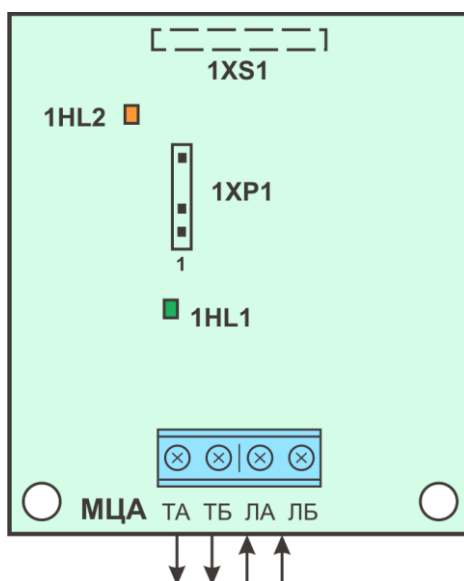

Рисунок 7.15 – Підключення входів та виходів МЦА
- Встановити плату комунікатора на плату БМК приладу, з'єднавши роз'єм 1XS1 комунікатора (рис. 7.15) зі з'єднувачем ЗХР4 приладу (додаток Б, рис. Б.1) та зафіксувавши плати між собою тримачами.
Підключення входів та виходів МЦА наведена на рис. 7.15. Призначення клем та з'єднувачів МЦА наведене в таблиці 7.5.
¹ Виносні індикатори дублюють індикатори 1HL1 та 1HL2 рис. 7.15. В якості виносних індикаторів використовуються світлодіоди: катод (мінус) та анод (плюс).